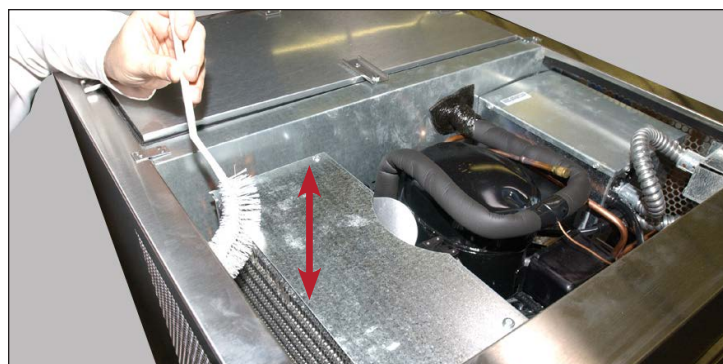

Рис. 2. Если имеется доступ, очистить змеевик конденсатора. При чистке не допускается вести щетку поперек ребер.
3. Если возможен доступ, щеткой с жесткой щетиной тщательно очистить передние ребра змеевика конденсатора от накопившейся грязи. См. рис. 2. Если доступ к змеевику конденсатора отсутствует или не позволяет полностью очистить его, снять защитный щиток. См. рис. 3 и 4.